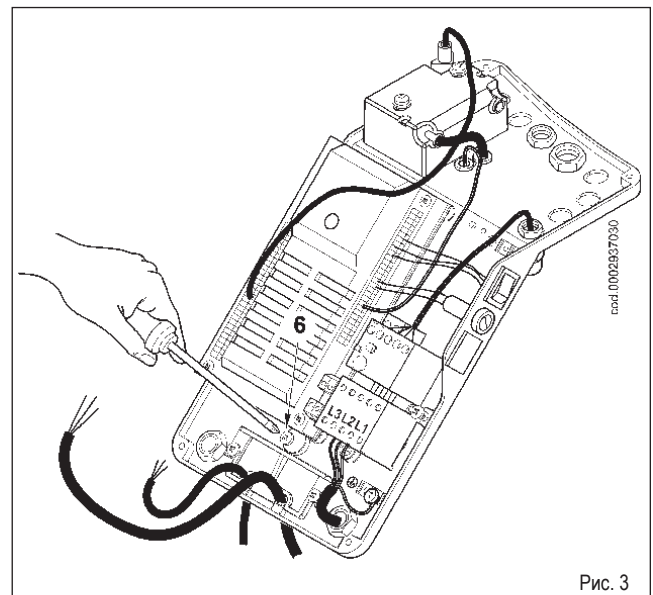

Рис. 3
- 3) После того, как была ослаблена гайка (6), снять блокирующий винт (7) смесительного узла (рисунок 3).